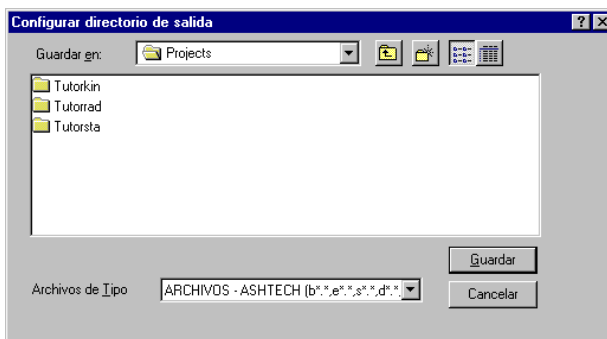

Figura B.4. Cuadro de Diálogo Configurar Directorio de Salida
4. Haga click en **Dir salida** para abrir el cuadro de diálogo **Configurar directorio de salida**, Figura B.4.